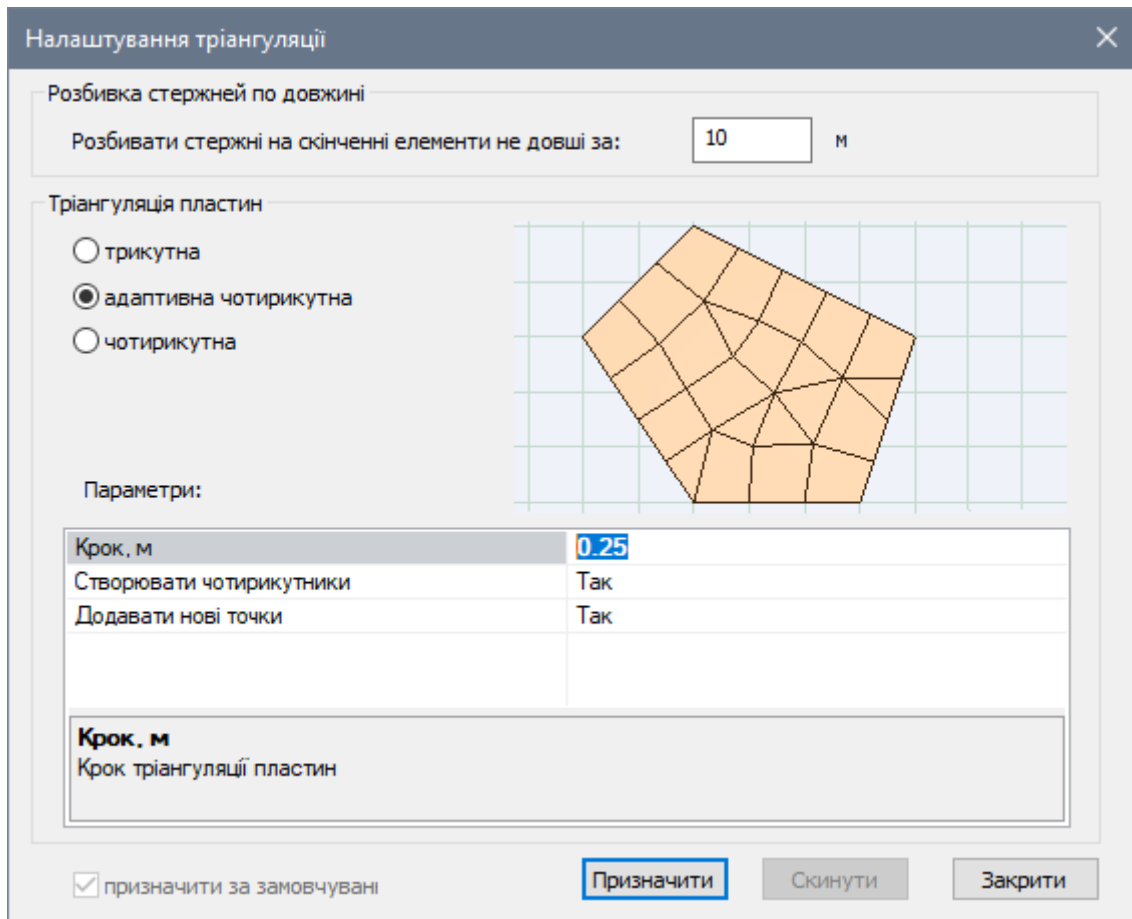

Рис. 14.33. Діалогове вікно **Налаштування тріангуляції**
- Викличте діалогове вікно **Налаштування триангуляційної сіті** (рис. 14.33) натисканням по кнопці  – **Налаштування** (панель **Розрахункова модель: триангуляція** на вкладці **Аналітика**).